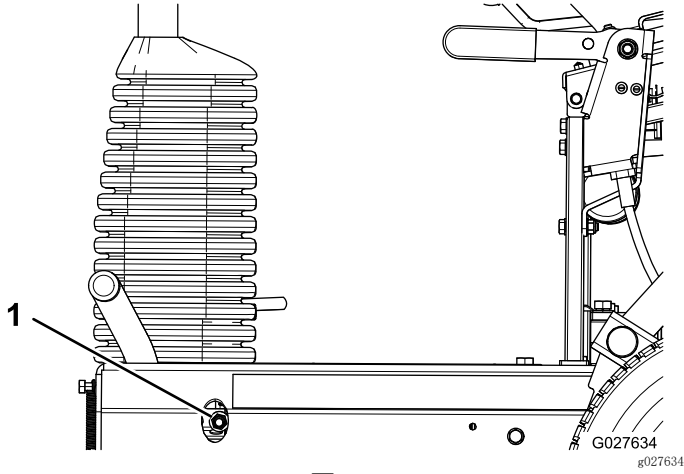

图38
- 要增大制动力，可拧紧刹车锁紧螺母（图38）。
- 要减少制动力，可拧松刹车锁紧螺母（图38）。